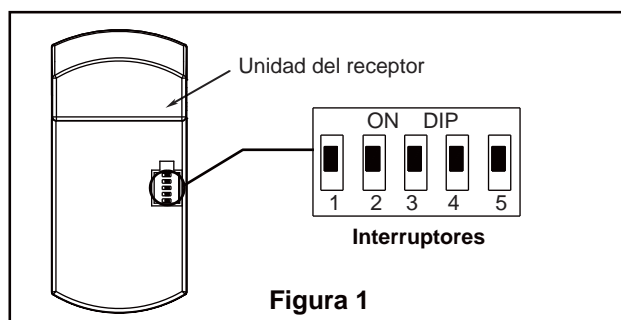

Figura 1
Para evitar una posible descarga eléctrica, asegúrese de cortar la alimentación eléctrica de la caja de fusibles principal antes de colgar el ventilador. (Figura 1)
1. Para configurar el código de unidad del receptor. Deslice los interruptores de código a las mismas posiciones que en el transmisor. (Figura 1)